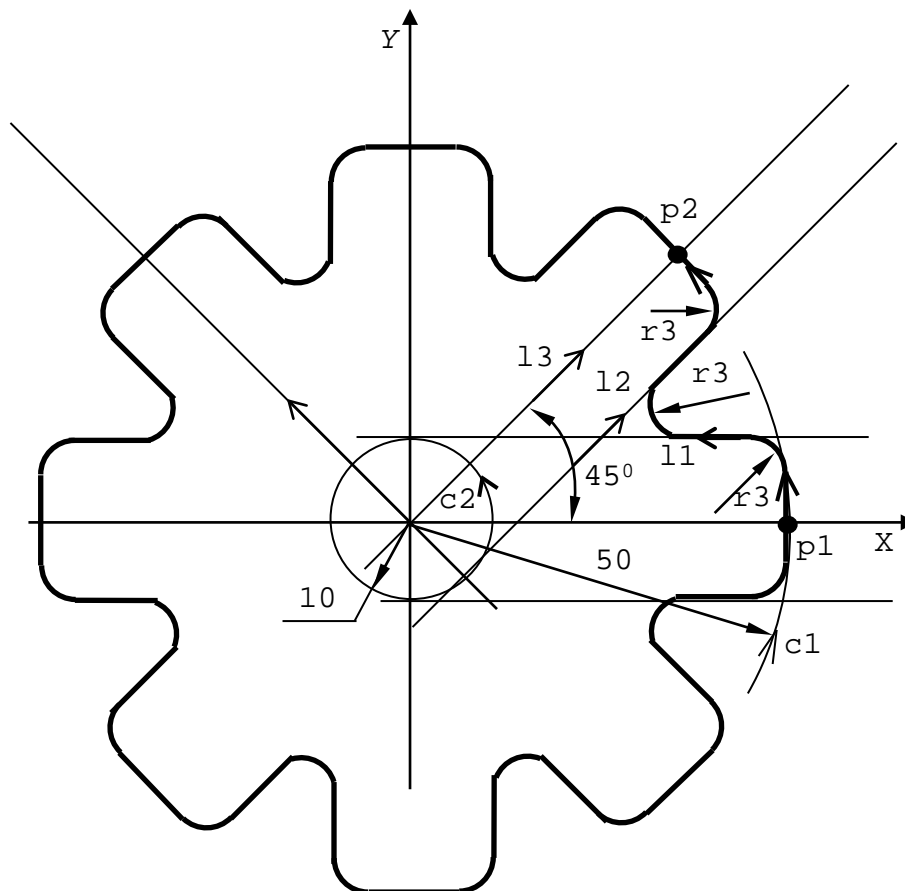

Рисунок 2.109
**Пример 4** (см. рисунок 2.109):